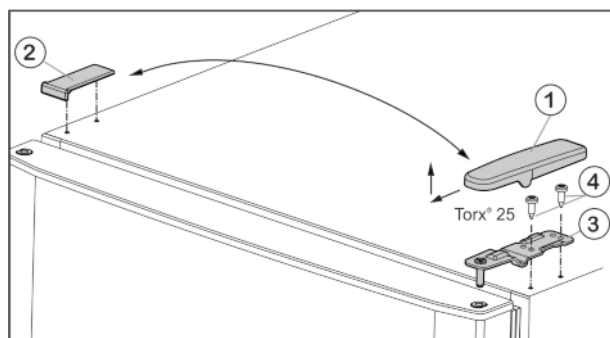
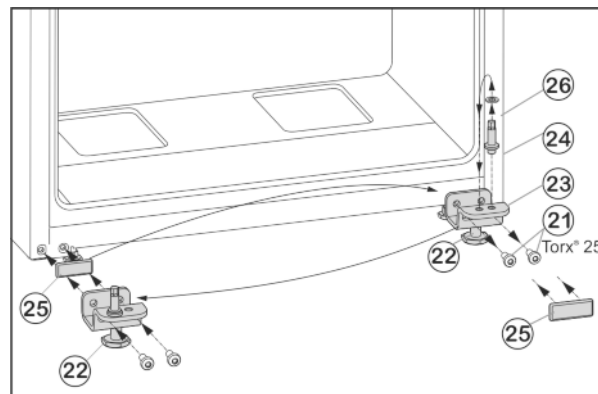

Fig. 5
Fig. 7
- ▶ Потяните крышку Fig. 5 (1) вперед и вверх.
- ▶ Снимите крышку Fig. 5 (2).
- ▶ Открутите верхний опорный кронштейн Fig. 5 (3) (2 шт. Torx® 25) Fig. 5 (4) и вытяните вверх.
- ▶ Открутите крепежные винты Fig. 7 (21).
- ▶ Снимите нижний опорный кронштейн Fig. 7 (23) вместе с опорным пальцем Fig. 7 (24), шайбой Fig. 7 (26) и регулируемой опорой Fig. 7 (22).
- ▶ Открутите опорный палец Fig. 7 (24) вместе с шайбой Fig. 7 (26) и, переставив в отверстие на противоположной стороне опорного кронштейна, снова прикрутите.
- ▶ Аккуратно снимите защитную пластину Fig. 7 (25) и переставьте ее на противоположную сторону.
- ▶ Прикрутите нижний опорный кронштейн Fig. 7 (23) вместе с опорным пальцем Fig. 7 (24), шайбой Fig. 7 (26) и регулируемой опорой Fig. 7 (22) с другой стороны шарнира (с моментом 4 Нм), при необходимости используйте аккумуляторный шурупверт.
- ▶ Установите нижнюю дверцу сверху на опорный палец Fig. 7 (24).
- ▶ Вставьте средний опорный кронштейн (13) с поворотом на 180° в нижнюю дверцу и прикрутите с помощью крепежных винтов (11) (2 шт. Torx® 25) на новую сторону шарнира (с моментом 4 Нм).
- ▶ Снова установите пластиковую шайбу (10).
- ▶ Установите верхнюю дверцу на средний опорный кронштейн (13).
- ▶ Установите верхний опорный кронштейн Fig. 5 (3) на новой стороне шарнира и защелкните в дверце.
- ▶ Привинтите верхний опорный кронштейн (с моментом 4 Нм) (2 шт. Torx® 25) Fig. 5 (4). При необходимости используйте аккумуляторный шурупверт.
- ▶ Наденьте и защелкните крышку Fig. 5 (1) на противоположной стороне снаружи.
- ▶ Также наденьте сверху и защелкните крышку Fig. 5 (2) на противоположной стороне.
- ▶ Выверните регулируемую опору Fig. 7 (22) на нижнем опорном кронштейне Fig. 7 (23) до ее соприкосновения с полом.